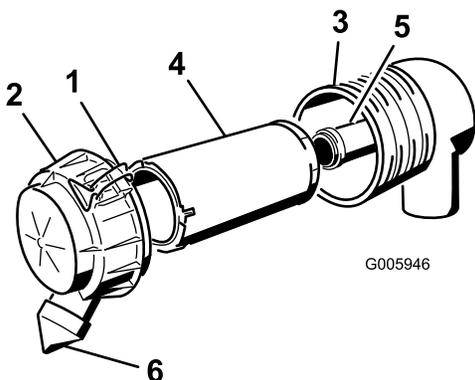

図 29
3. エアクリーナのラッチを外し、ボディからカバーを外す（図 29）。
6. 1次フィルタをゆっくり引き抜くようにしてエアクリーナのボディから外す（図 29）。ボディの側面にフィルタをぶつけないように注意すること。
9. 安全フィルタを交換する場合には、十分に注意しながら、フィルタのボディに挿入する（図 29）。
10. 1次フィルタをゆっくり押し込むようにして安全フィルタの上から取り付ける（図 29）。フィルタの外側リムをしっかりと押さえて確実にボディに密着させる。
11. 上下方向を確認してエア・クリーナ・カバーを正しく取り付け、ラッチを掛ける（図 29）。